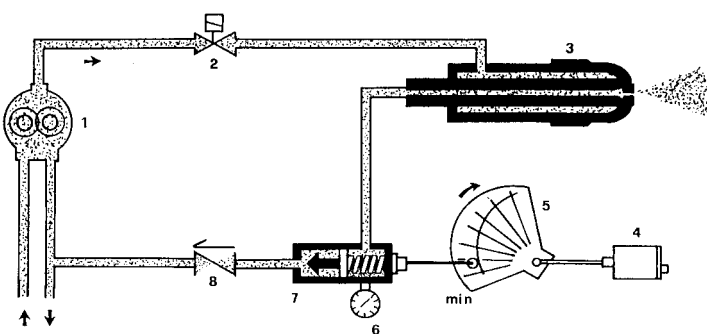

Рис. 31 - Малое пламя
- Демонтируйте, проверьте и очистите головку сгорания (см. Рис. 31).